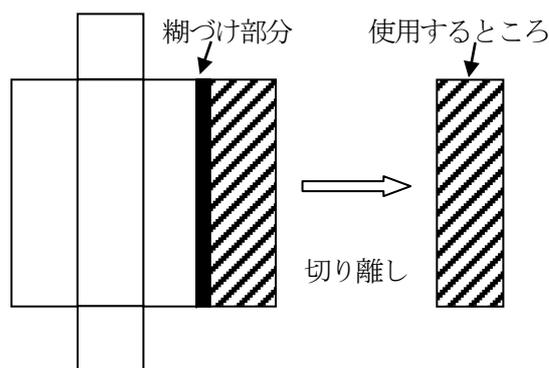

図1 牛乳パックの開き方と使うところ
- (1) 図1のように牛乳パックをはさみで切って開く。
- (2) 図1のようにパックの4つの側面うち糊づけ部分がない所の側面を切り放す。